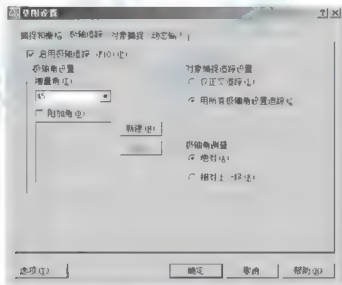

图 2.90 【草图设置】对话框
(1) 右击状态栏上的【极轴】按钮, 从弹出的快捷菜单中选择【设置】命令, 则打开【草图设置】对话框, 设置相关选项, 如图 2.90 所示。